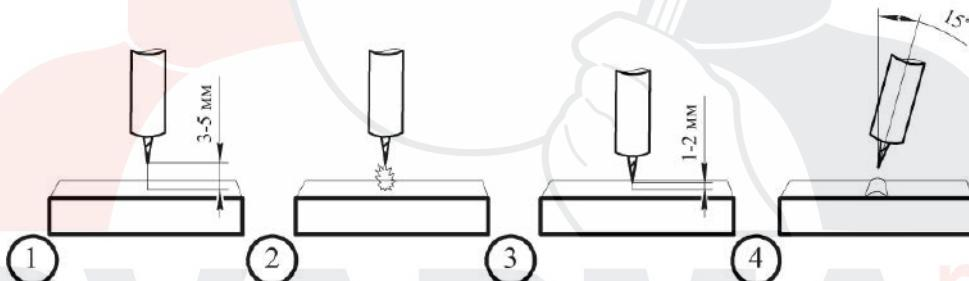

Рис.7.7.1. Высокочастотный поджиг дуги.
**Высокочастотный поджиг (HF)** позволяет зажечь TIG дугу без касания к изделию. Основное преимущество в том, что при зажигании дуги в основном металле не остается вольфрамовых включений (См. рис. 7.7.1).